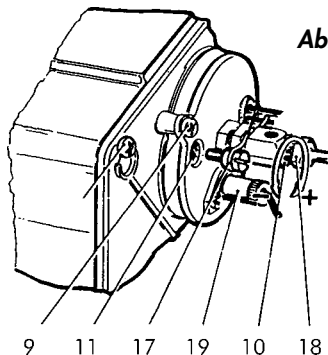

Abb. 8
- Die Flamme sowohl über die Einstellung der Luft mit der Schraube (13) und dem zugehörigen Stellunging (12) als auch über Vorschieben und Rückziehen des Düsenträgers (10) regulieren; für die letztere Einstellung die Schraube (17) betätigen.
- Es wird empfohlen, das Rohr vorzuschieben ("+"), um hohe Durchsätze nahe dem Höchstwert zu erreichen, und es für niedrige Durchsätze zurückzuziehen ("-") (siehe Abb. 8).